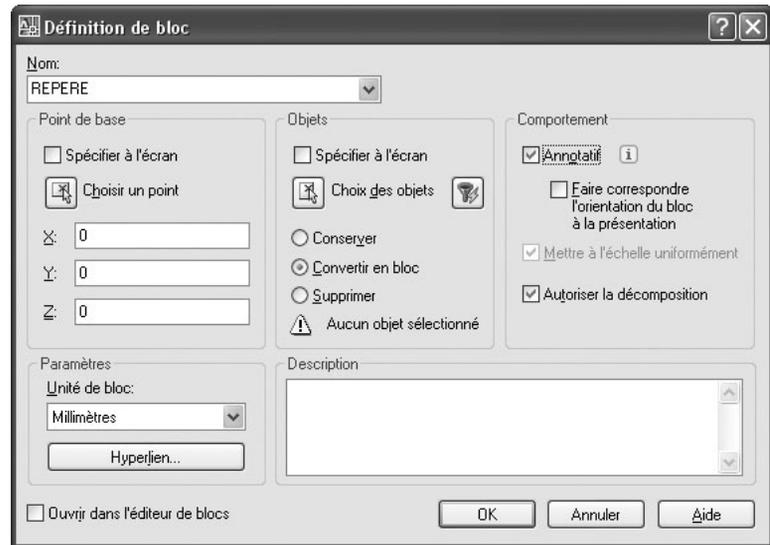

Fig.13.23
**Pour créer une définition de bloc annotatif, la procédure est la suivante (fig.13.23) :**